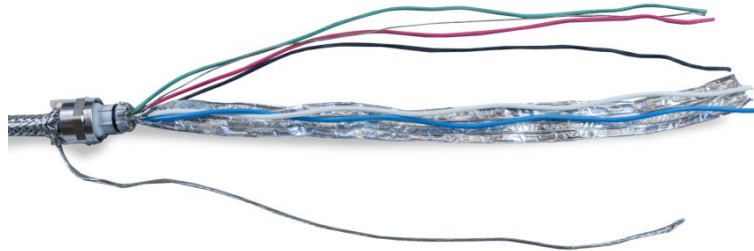

Figura A-43: Componentes del cable separados
19. Presione el anillo de plástico hacia dentro del cuerpo del casquillo, luego enrosque la parte externa sobre él y apriete con una llave ajustable. El extremo del cable, con los alambres y protección metálica presionados dentro del casquillo, deben quedar como se muestra en la Figura A-43; aquí, el conjunto de cable y casquillo se muestra removido del terminal para mayor claridad.